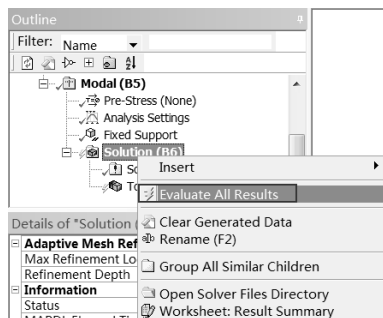

图 8-20 快捷菜单
Step3 : 在 Outline (分析树) 中的 Solution (B6) 选项上右击, 在弹出的快捷菜单中选择 Evaluate All Results 命令, 如图 8-20 所示, 此时会弹出进度显示条, 表示正在求解, 当求解完成后进度条自动消失。